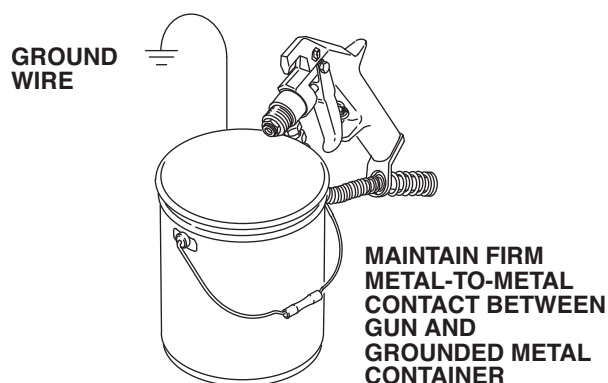

図 6
6. ガンの金属部分を接地された金属ペール缶にしっかりと当て、狙いを定めます。ガン引き金を引き、開いたままにします。(図 6)